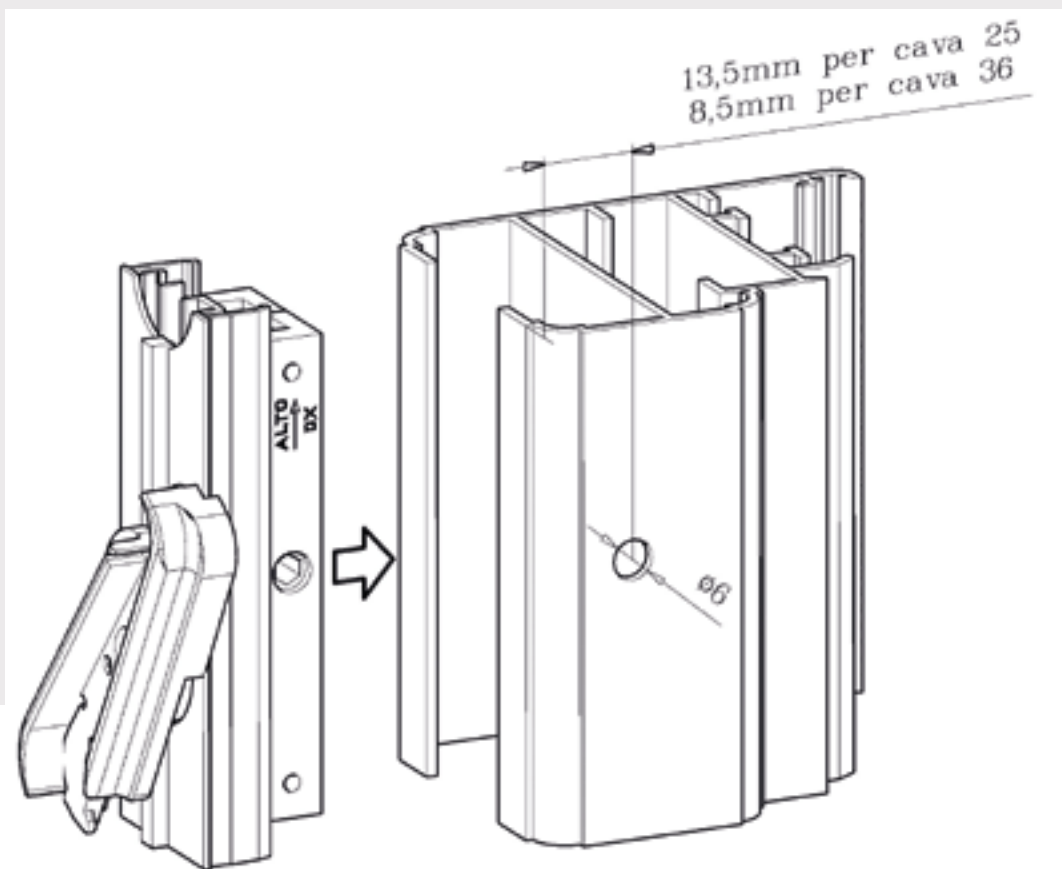

Fig. 2
5. Forare il montante in corrispondenza al foro trasmis. (vedi disegno Fig. 2)
5. Drill into the jamb where the hole of the trasmis is. (see picture Fig. 2)